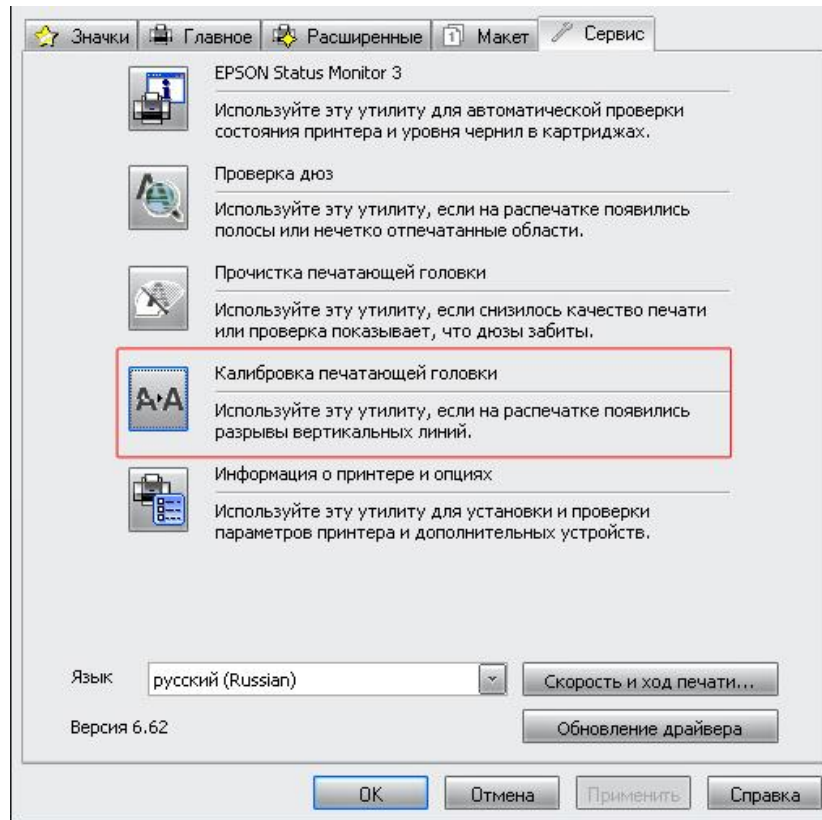

Рисунок 2.24 – Вибір утиліти “Калібрування друкувальної голівки”
- вибрати вкладку Сервіс і в ній кнопку “Калібрування друкувальної голівки” (рисунок 2.24);